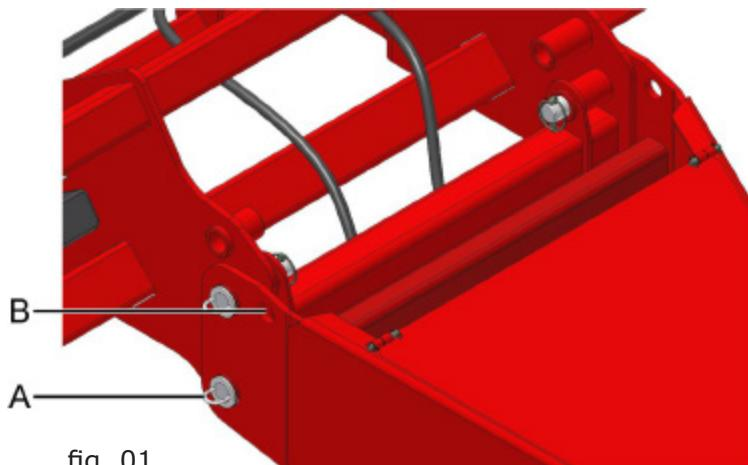

fig. 01
Para suspender o cabeçalho, retire os pinos (A) (fig. 01), suspenda o cabeçalho e introduza o pino no furo (B), travando com o pino trava com argola.